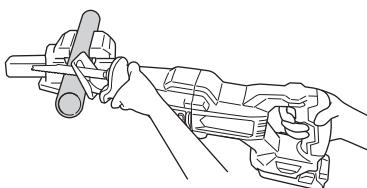

Fig. 19
(1) Fixer solidement la pièce avant de procéder. (Fig. 19)